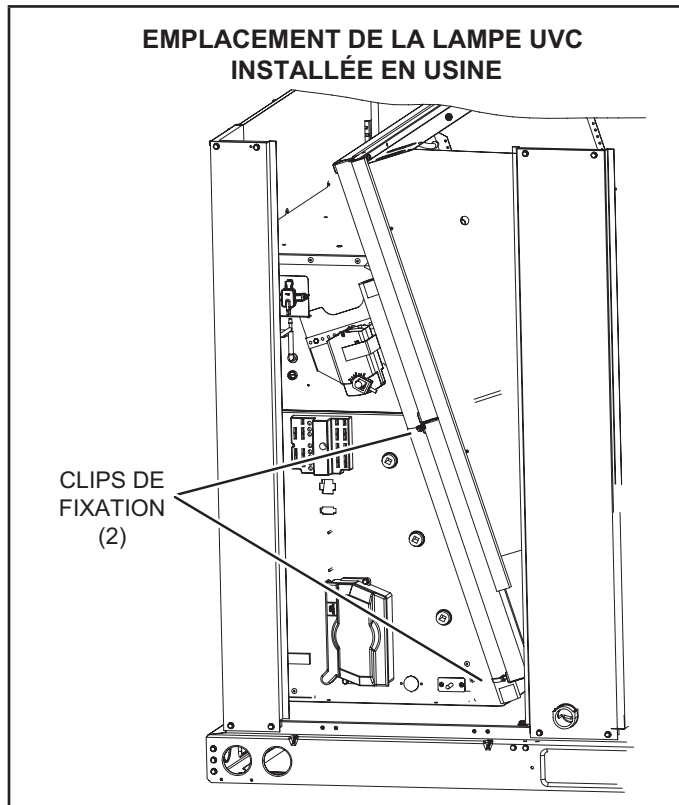

FIGURE 41
- 1 - Couper les serre-fils et retirer la lampe UVC attachée au porte-filtre. Voir la FIGURE 41.